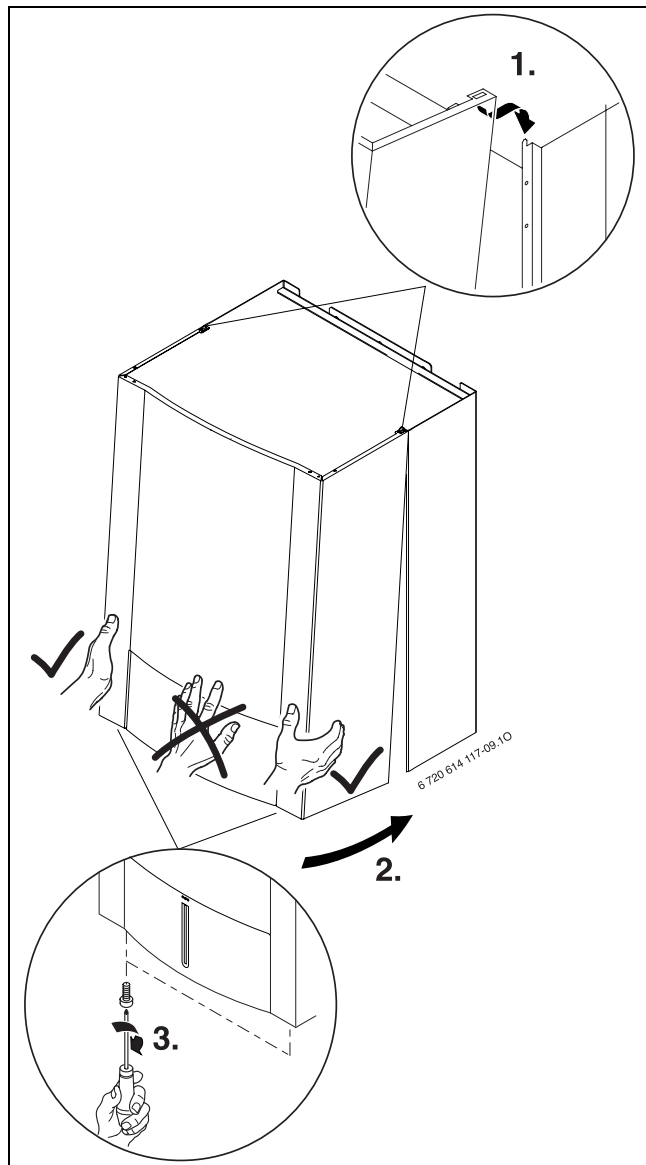

Fig. 19
- Agganciare il mantello, spingerlo verso il muro, far combaciare le lamelle di incastro e stringere le viti di bloccaggio (vedere le fasi in fig 19).